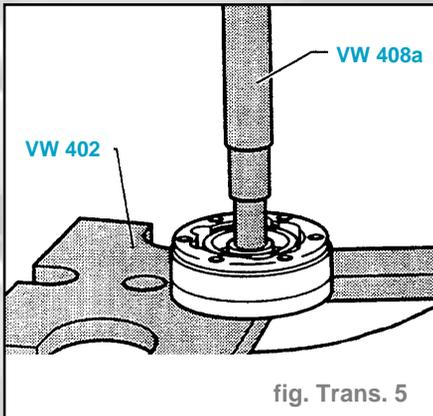

fig. Trans. 5
- Au cours de cette opération, soutenir le moyeu à billes (fig. Trans. 5).